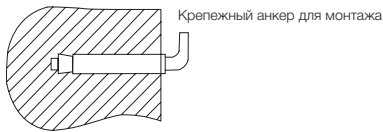

Рис. 4.
- После выбора места монтажа определите места под два крепежных болта с крючками (в зависимости от спецификаций выбранного изделия). Проредите в стене два отверстия необходимой глубины с помощью сверла размером, соответствующим размеру крепежных болтов, вставьте винты, поверните крючок вверх, плотно затяните гайки, а затем установите на него электрический водонагреватель (см. рис. 4).